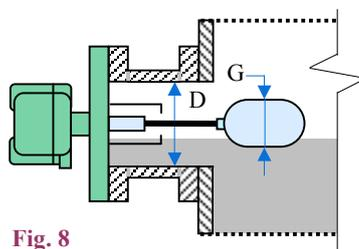
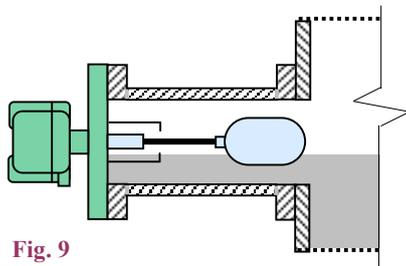
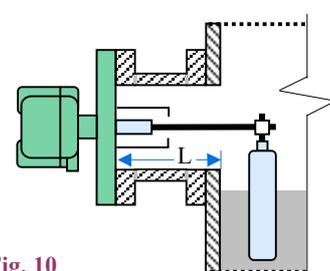
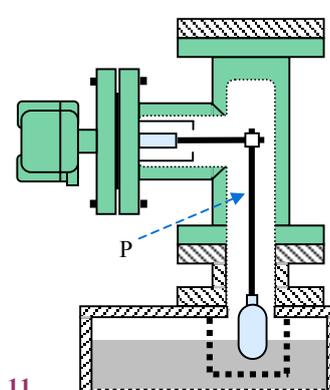

Fig. 8
Fig. 9
Fig. 10
Fig. 11
Quando il livello del liquido sale oltre il punto stabilito, il galleggiante fa scattare il dispositivo di uscita (*intervento in salita*); poi, quando il livello ridiscende al di sotto di tale punto, il galleggiante riporta il dispositivo allo stato di partenza (*ripristino in discesa*); tra i punti di intervento e di ripristino vi è un *differenziale*; questo è di soli $20 \pm 5\text{mm}$ nel caso standard, ma può essere anche maggiore, fino a 300mm come in Fig. 10, nel caso di esecuzioni speciali preparate su richiesta.
- in altre versioni, da concordare con l'utente : Fig. 8, Fig. 9, Fig. 10, Fig. 11.